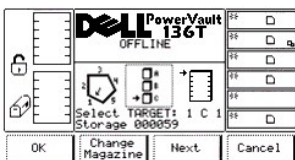

图 36. 命令 > 移动 > 定位机械手 > 更换磁带箱对话框
- 1 如果按下**下一步**软键下方的按钮，则当前的源参数将从列变为磁带箱，并显示“更换磁带箱对话框”。请参考图 36。